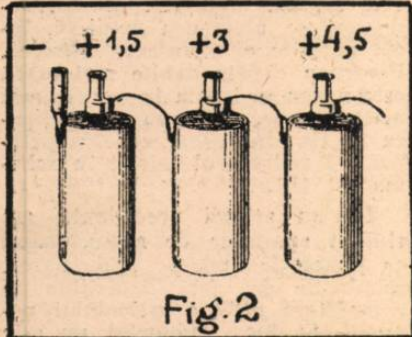
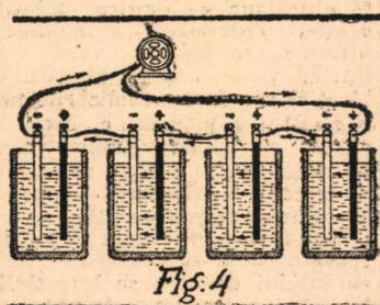

Fig. 2
Fig. 4
te între ele prin bucățele de sârmă neizolată, cari merg dela învelişul de zinc al unui element, la electrodul pozitiv al celui următor (fig. 2) fiecare element dă
După cum am spus mai sus, bateria noastră anodică e compusă din multe celule sau elemente. Același lucru putem face și cu elementele umede, cari conțin un electrolit lichid. Legându-le în serie conform fig. 4, obținem o tensiune mai mare. Acum putem să acționăm și un motor mic, bineînțeles numai atât timp cât permite acumularea hidrogenului la polul pozitiv al bateriei. Desenul arată, că electronii — adică curentul electric — pornesc dela polul pozitiv, trec prin
jutorul unui amper-metru A și a unei rezistențe r și a unei celule redresoare Rd — trecem deocamdată peste constituția intimă a acesteia. Celula redresoare Rd îndeplinește oficial unii ventili: nu lasă curentul să treacă decât într-un singur sens. Efectul acestei conductibilități unilaterale a celulei, se vede ușor în fig. 2. Curentul alter-
R.S. Fig. 2
Celula de selen astfel alcătuită, constituie un dispozitiv remarcabil de redresare: raportul dintre i și I, pe care l-am numit mai înainte *eficiență*, este aci 0,1% — pe câtă vreme la redresorii obișnuiți cu cuproxid, acest raport este între 2-6%. Facultatea de a redresa, a celulei de selen, este arătată plastic în fig. 4. Pentru interpre-
R.S. Fig. 4
Graficul din fig. 4 și calculul de mai sus arată că folosind o celulă de selen ne apropiem foarte mult de condițiile redresorului ideal (fig. 2).